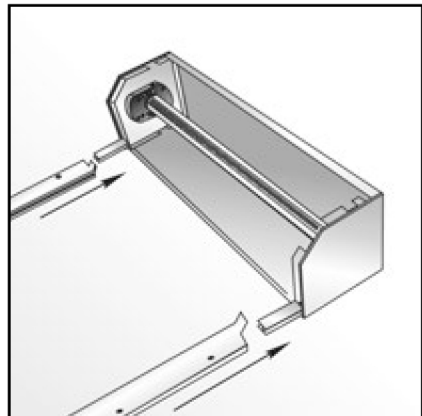

рис. 12
- 2.12. Собрать каркас роллеты (короб в сборе с боковыми крышками и направляющими шинами) (рис.12).